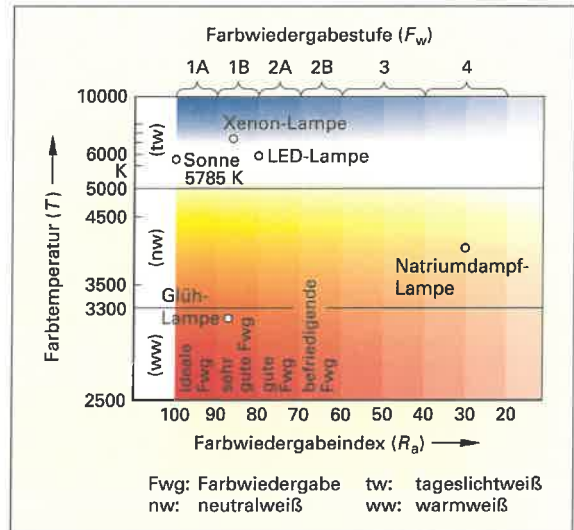

Bild 2: Farbwiedergabe
b) Geben Sie diesen Wert (Bild 2) bei einer Glühlampe an.
- b) welchen Farbwiedergabeindex R_a (Bild 2) oder